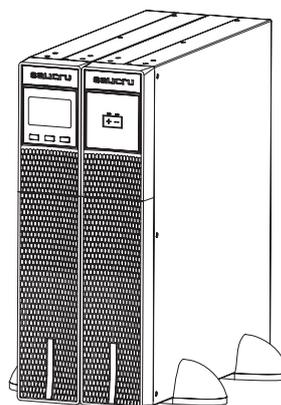

Abb. 8. Modell mit vertikaler Montage -Turmausführung- mit Autonomieerweiterung (Batterieminidul).
- In den Abb. 4 bis Abb. 8 werden beispielhaft die Darstellungen eines Gerätes oder von diesem mit seinem Batteriemodul gezeigt. Diese Abbildungen dienen als Hilfe und Anleitung bei den zu befolgenden Schritten und sind auf keinen Fall dazu bestimmt, die Anweisungen für ein einzelnes Modell zu spezifizieren, obwohl in der Praxis die durchzuführenden Aktionen für alle Modelle immer gleich sind.
- Die USV und das Batteriemodul zwischen den beiden Sockeln (siehe Abb. 8) und mit einem Abstand von 70 mm von jedem Ende, so wie in der Abb. 6 dargestellt, stehend aufstellen.